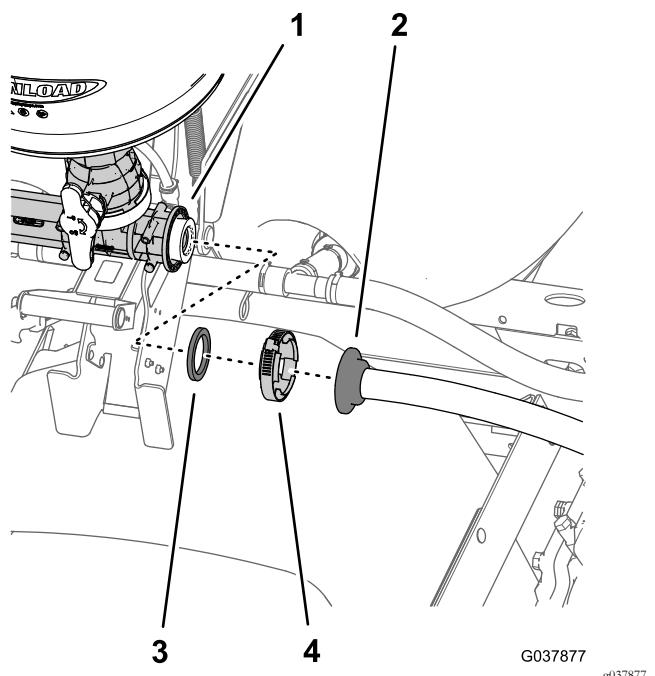

图41
1. 卸下将清洁加药器供水软管的直通宝塔接头固定至清洁加药器入口法兰的法兰夹具 图41。
2. 将直通宝塔接头与清洁加药器分开取下垫片 图41。